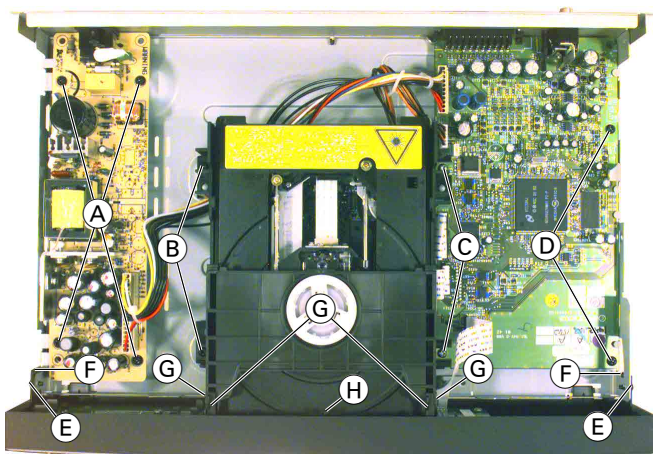

Fig. 1
- Gehäuseoberteil über der Rastnase ⑨ (Fig. 1) aufsetzen.
- 2 Schrauben ⑤ (Fig. 1) herausdrehen.
- 6 Rastnasen ⑥ / ⑦ lösen und Frontblende abnehmen.
- 4 Schrauben ⑫ (Fig. 1) und Schraube ⑬ (Fig. 2) herausdrehen.
- 4 Schrauben ⑭ / ⑮ (Fig. 1) und Schraube ⑯ (Fig. 2) herausdrehen.
- 4 Schrauben ⑰ / ⑱ (Fig. 1) herausdrehen.
- Place the upper part of the cabinet on the locking lug ⑨ (Fig. 1).
- Undo the 2 screws ⑤ (Fig. 1).
- Undo the 6 locking lugs ⑥ / ⑦ then remove the front trim.
- Undo the 4 screws ⑫ (Fig. 1) and the screw ⑬ (Fig. 2).
- Undo the 4 screws ⑭ / ⑮ (Fig. 1) and the screw ⑯ (Fig. 2).
- Undo the 4 screws ⑰ / ⑱ (Fig. 1).